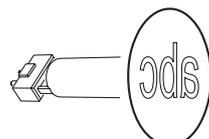

Bild 13. Richtige Gobo-Orientierung
Die in Bild 13 gezeigten Gobo-Orientierungen sind in den meisten Fällen richtig. Die Orientierung ist wichtig, um Hitzeschäden der Gobos zu vermeiden. Wenden Sie sich an Ihren Martin Händler oder den Gobo-Hersteller, wenn Sie Fragen zur richtigen Orientierung des Gobos haben.
4. Legen Sie das neue Gobo in den Halter. Die dem Leuchtmittel zugewandte Seite muss oben, zur Haltefederweisend, liegen (siehe Bild 13 und Bild 16).